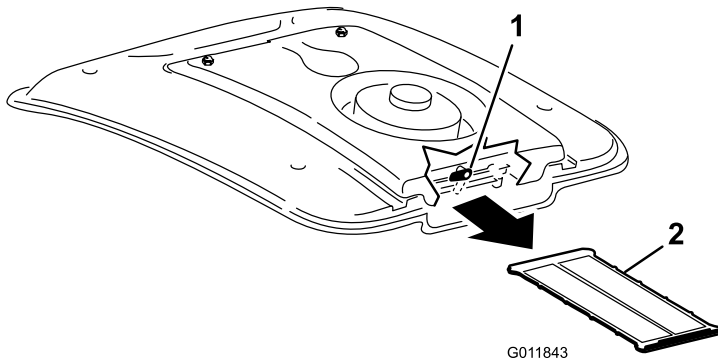

Figure 90
2. À l'arrière du support du ventilateur, tournez le verrou de côté (Figure 90).
3. Glissez le filtre de climatisation hors du serpentin (Figure 90).
4. Nettoyez soigneusement le filtre à l'air comprimé (Figure 90).